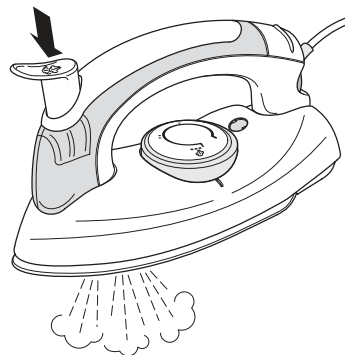

Figura 4
6. Durante la stiratura premere con vigore il pulsante colpo vapore per ottenere un potente getto di vapore (vedere la figura 4).